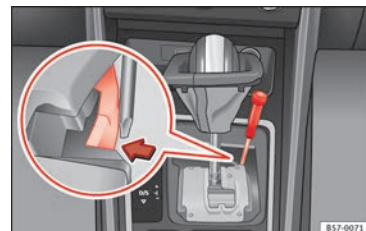

Fig. 59 Palanca selectora: desbloqueo de emergencia en la posición de aparcamiento.
- Con ayuda de un destornillador, presione lateralmente la pestaña amarilla de desbloqueo y manténgala presionada » **fig. 59**.